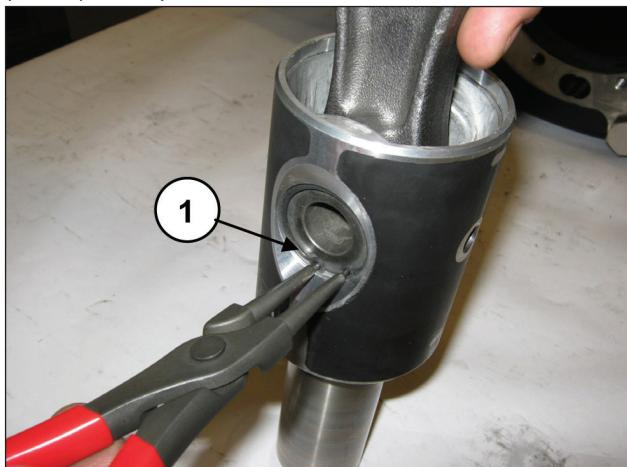

Рис. 39
Снимите оба стопорных кольца поршневого пальца (поз. ①, Рис. 39).
Вставьте шатун в направляющую поршня (поз. ①, Рис. 41), а затем вставьте штифт (поз. ①, Рис. 40). Установите оба стопорных кольца буртика (поз. ①, Рис. 39).